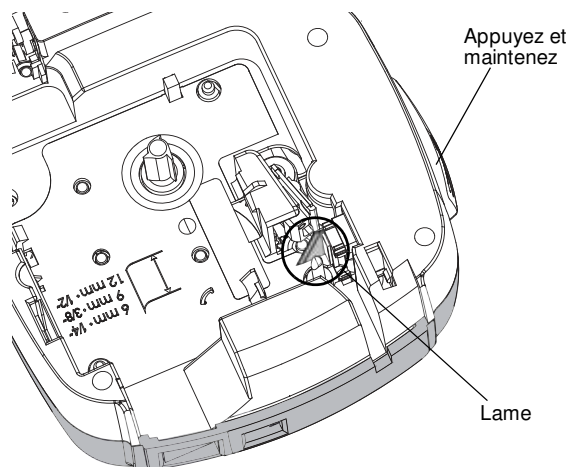

Figure 7
- 2 Appuyez sur le bouton de découpe et maintenez-le enfoncé pour faire sortir la lame. Voir Figure 7.